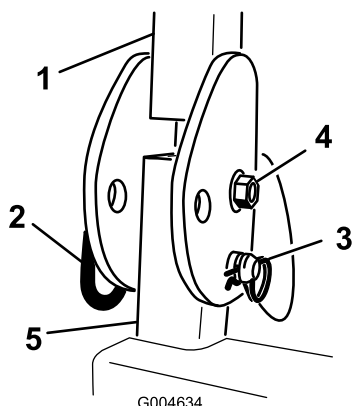

Figura 94
39. Coloque el conjunto del ROPS sobre los postes del ROPS. Instale el perno, la tuerca, la chaveta y el pasador que sujetan cada conjunto ROPS a los postes del ROPS (Figura 94).